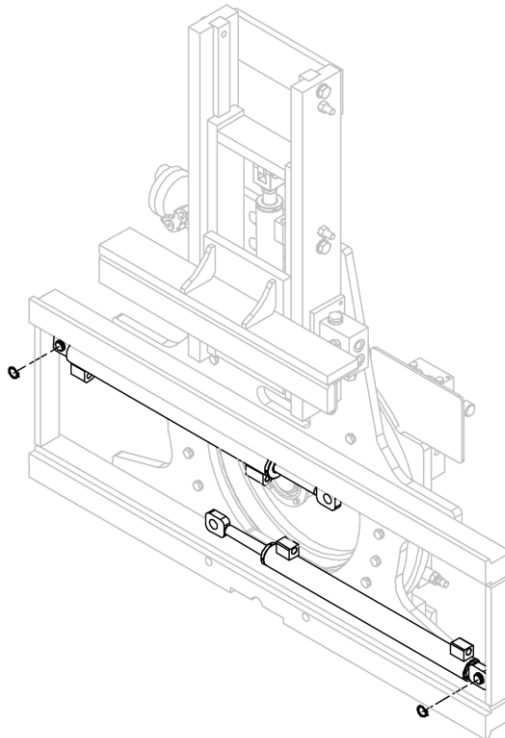

Figura 35
4. Rimuovere i cilindri, dopo aver rimosso i relativi anelli elastici che li vincolano alla struttura dell'attrezzatura (vedi *Figura 35*).